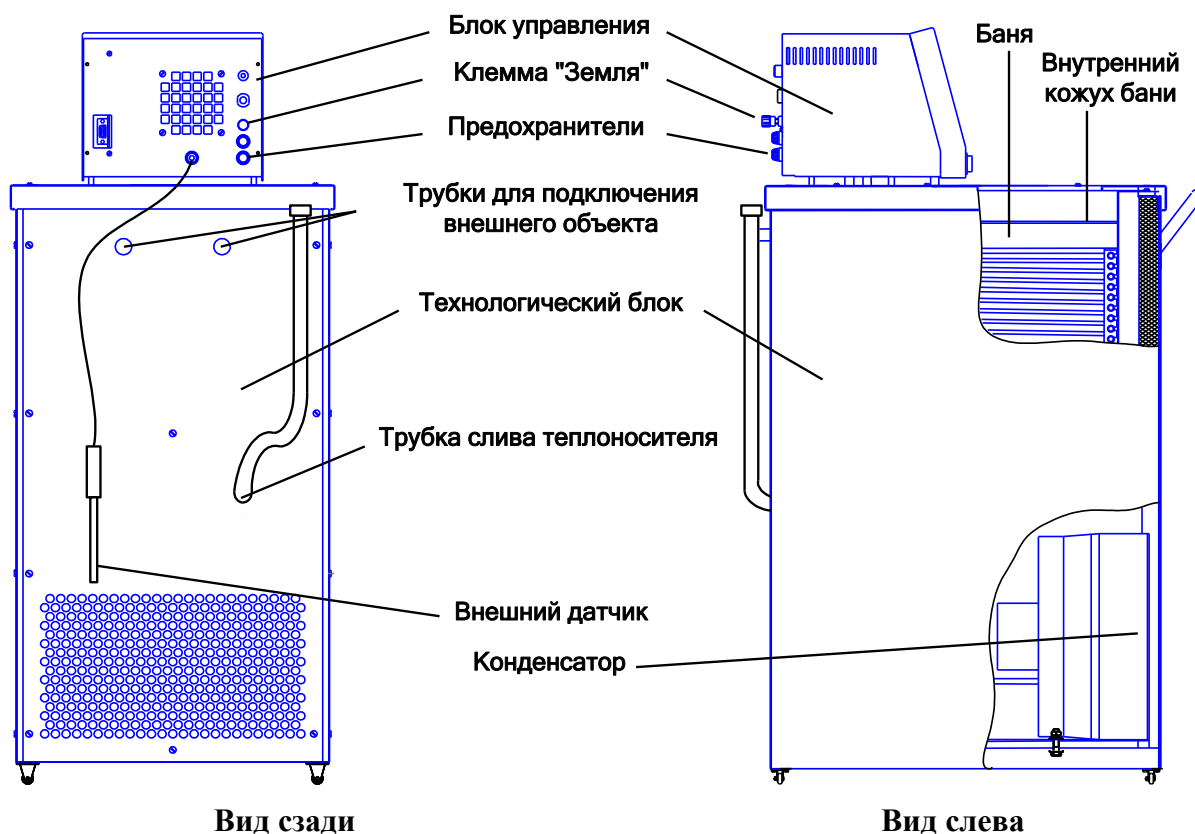

Рисунок 1
4.2.2 Конструктивно термокриостат (**Рисунок 1,3**) включает в себя блок управления и технологический блок, в состав которого входит теплоизолированная баня.
- Клемма «**Земля**» на задней панели термокриостата (см. рисунок 1) должна быть подключена к внешней заземляющей шине, не связанной с силовым оборудованием;
- 8.1 Подготовка к работе (см. рисунок 1,3).
- 9.2 Подготовка к работе (см. рисунок 1,3).